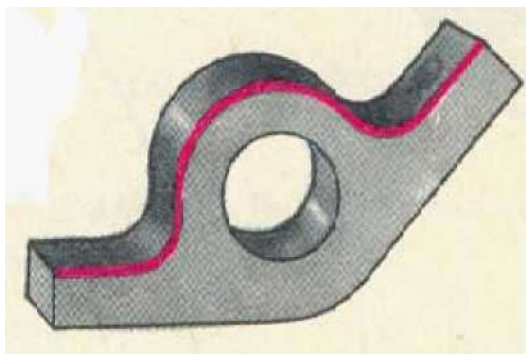

Рис. 30. Внешнее сопряжение дуги окружности и прямой: а - кронштейн (практическое применение сопряжения)
**Внешнее сопряжение дуги окружности и прямой.** Сопряжение дуги окружности радиуса  $R$  с прямой  $a$  дугой радиуса  $R_j$  показано на рис. 30. Для построения такого сопряжения вычерчивают дугу окружности радиуса  $R+R_j$  с центром в т.  $O_1$ . Затем проводим прямую  $b$ , параллельную прямой  $a$ , на расстоянии, равном радиусу сопрягающей дуги  $R_j$ . Получаем точку  $O$  - центр сопряжения. Проводим прямую  $OO_1$ , получаем точку сопряжения  $J$ . Опускаем из точки  $O$  перпендикуляр на прямую  $a$ . Получаем точку сопряжения  $2$ . Проводим сопрягающую дугу радиуса  $R_j$  от точки  $J$  до точки  $2$ .